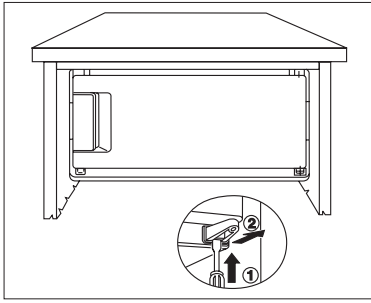

Bild 4
- Unteren Scharnierträger mit einem Schraubendreher aus der Halterung drücken. (Bild 4).